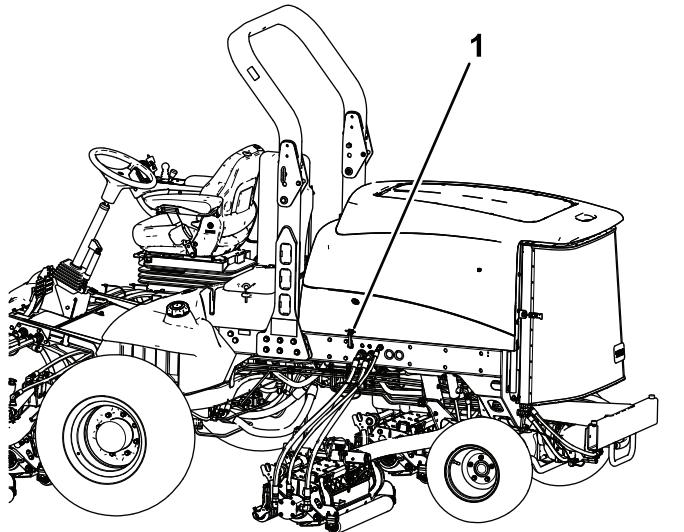

Bild 47
1. Lösen Sie die Motorhaubenriegel (Bild 47) und öffnen die Motorhaube.